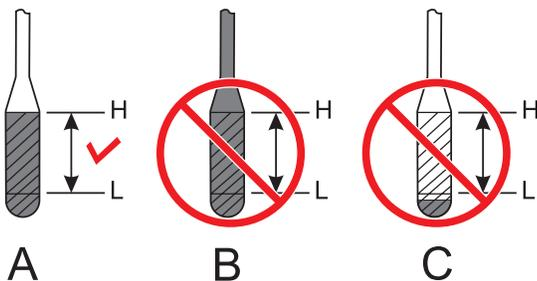

Figure 27. Jauge d'huile moteur
3. Réinsérez la jauge d'huile, puis retirez-la de son support. Vérifiez le niveau d'huile indiqué sur la jauge (Figure 27).
4. Vérifiez que le niveau d'huile moteur est maintenu entre les repères H et L de la jauge, comme indiqué au point A (Figure 27).